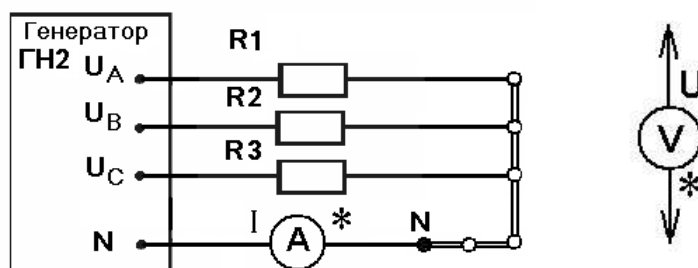

Рис. 1
1.1. В качестве активной **симметричной** нагрузки для электрической схемы рис.1 использовать следующие элементы стенда СЗ-ЭТ01:
2.1. В качестве активной **несимметричной** нагрузки для электрической схемы рис.1 использовать следующие элементы стенда СЗ-ЭТ01: